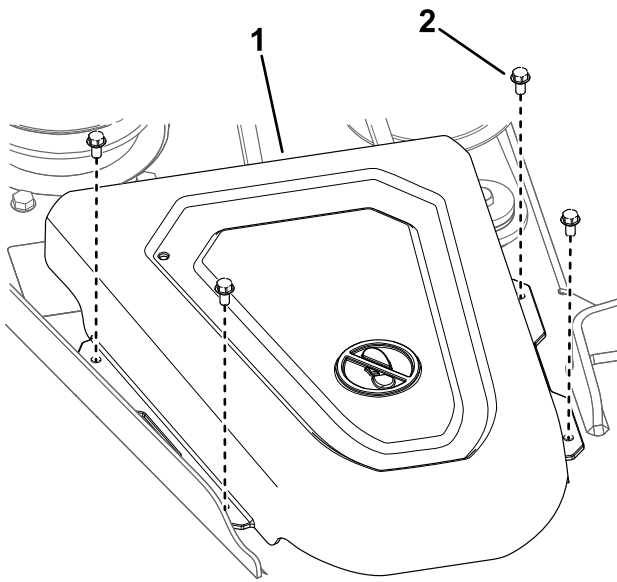

Figura 45
4. Retire las cubiertas de la polea (Figura 45).